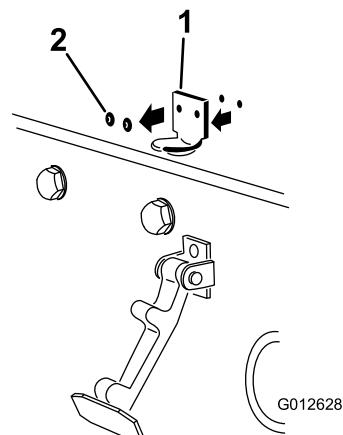

图 32
2. 卸下将机罩闩锁支架固定至机罩的铆钉 2 个 图 32。从机罩上卸下机罩闩锁支架。